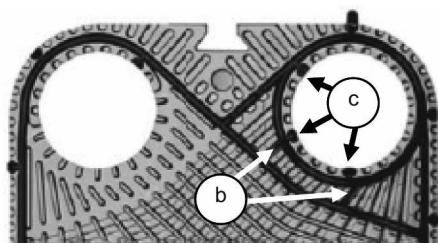

Fig.9
- Sull'altra metà, mediante cesoia eliminare tutti i Plug-In® e, se presenti, tutti i ponti di collegamento tra diagonale e anello di tenuta (Fig.9 b). Quindi, seguendo la procedura indicata al punto 5.7.3, incollare la guarnizione con esclusione degli anelli di tenuta. Modelli con guarnizione iniziale dedicata: non è necessario alcun taglio, procedere con l'incollaggio della guarnizione seguendo la procedura indicata al punto 5.7.3. Anche in questo caso evitare di incollare gli anelli di tenuta.
- Modelli dotati di Plug-In® all'interno degli anelli di tenuta: mediante cesoia tagliare tutti i Plug-In® all'interno degli anelli di tenuta [Fig. 9 c] corrispondenti ai soli fori chiusi. Quindi, seguendo la procedura indicata al punto 5.7.3, incollare i soli punti di collegamento tra diagonale e anello.